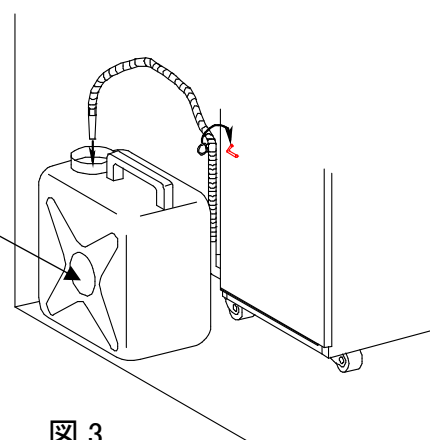

図 3
- ポリタンクなどの耐熱容器を使う場合はホースの先をタンク口まで導く。(図 3)